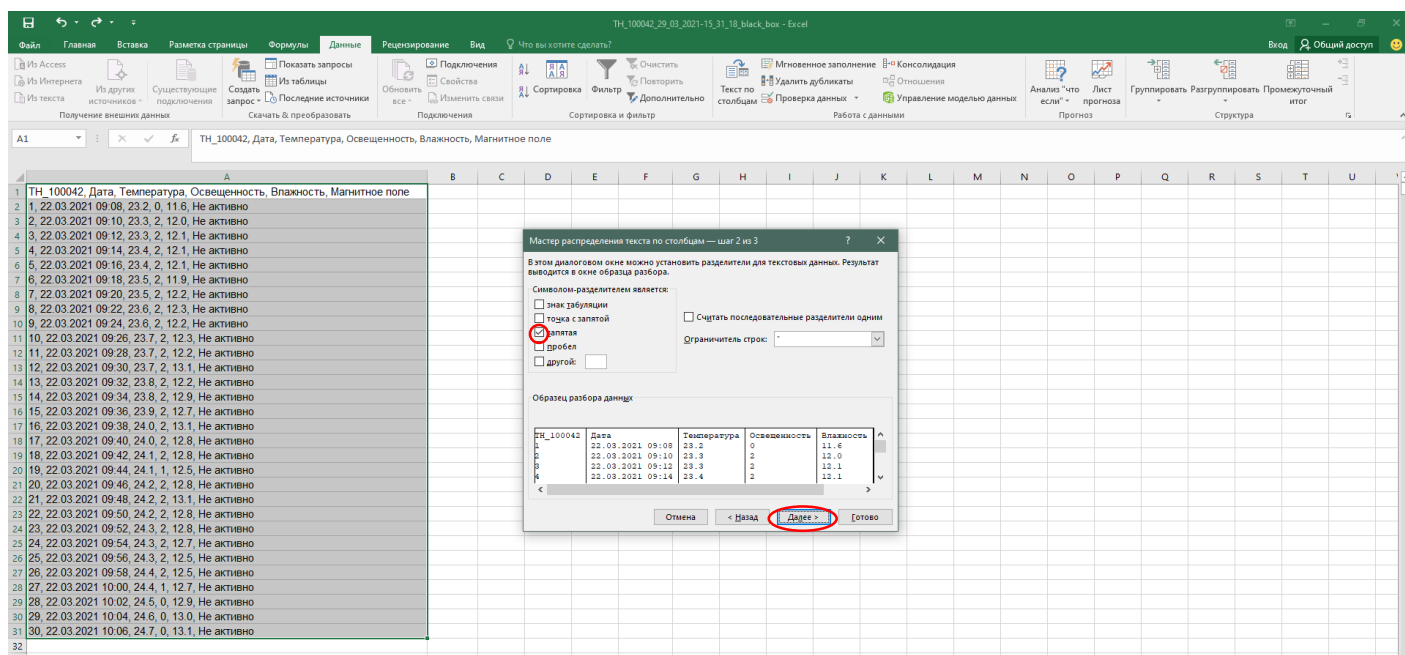

Рисунок 15 – Шаг 2
- «Символ-разделитель» выбрать «Запятая» (рис.15), нажать «Далее»;